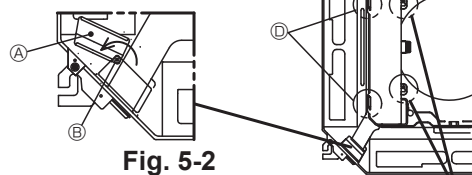

Fig. 5-2
2. Desserrez la vis fixant le panneau de service du câblage électrique au niveau de l'entrée de câble (câble de télécommande et câble de raccordement intérieur-extérieur) puis tournez le panneau dans la position indiquée sur le diagramme. (Fig. 5-2)